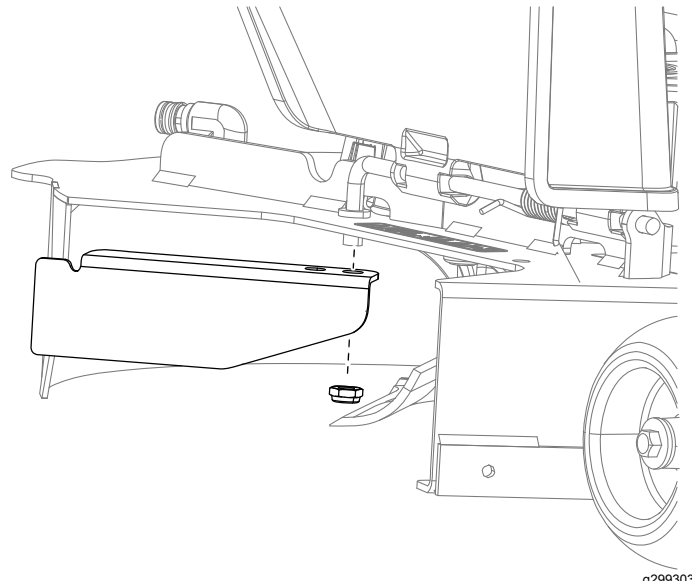

Bild 18
- Entfernen Sie an 137 cm Mähwerken das vorhandene Ablenkblech von der Maschine (Bild 18).